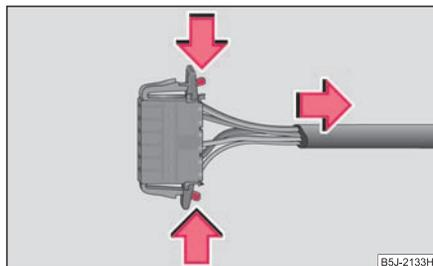

Fig. 213 Separar el conector
- Quitar los conectores ⇒ fig. 213. ■